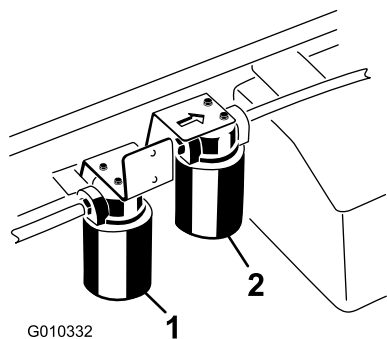

Figura 78
2. Limpe a área em torno da superfície de montagem do filtro. Coloque um recipiente de escoamento debaixo do filtro e retire o filtro (Figura 78).
1. Limpe a zona em torno da montagem do filtro de alto fluxo (Figura 78). Coloque um recipiente de escoamento debaixo do filtro e retire o filtro.